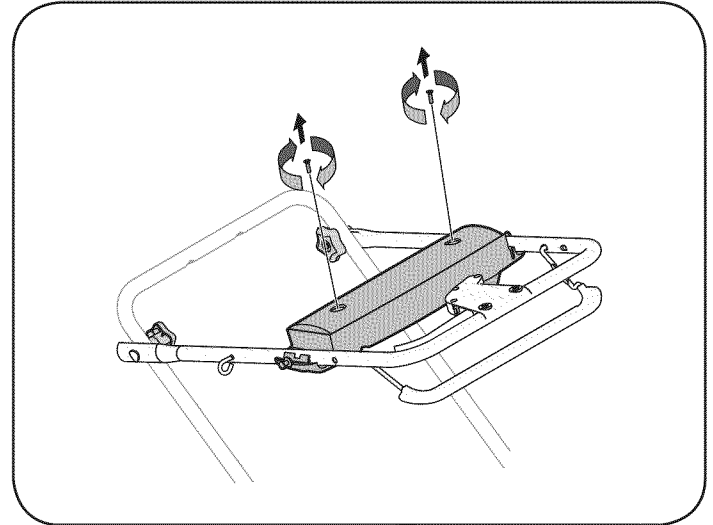

Figura 19
1. Afloje las perillas en estrella que sujetan las manijas inferior y superior y con cuidado doble la manija superior hacia la manija inferior tal como se muestra en la Figura 19.
2. Retire los dos tornillos que sujetan la cubierta de la batería al alojamiento de la batería y colóquelos al costado. Vea la Figura 19.
1. Abra la cubierta de la batería según se muestra en Cambio de batería. Vea la Figura 19.